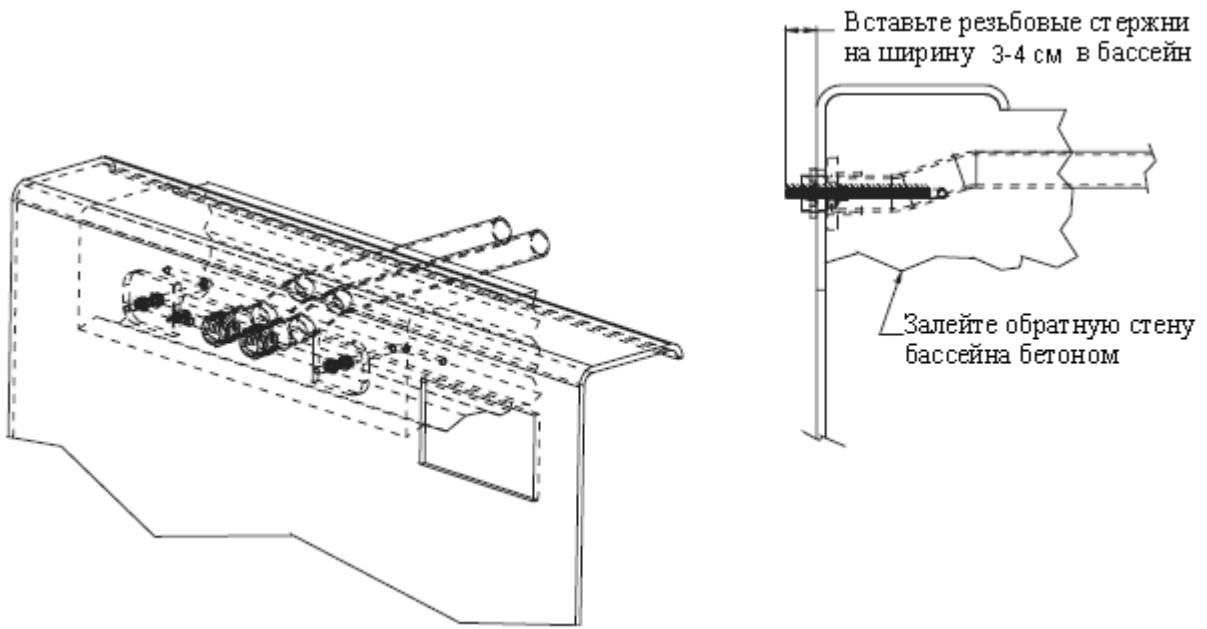

Рис. 4.10
- Вставьте резьбовой стержень в отверстие кронштейна. 4см резьбового стержня должно выступать за поверхность стены бассейна. См. рис. 4.10
Залейте бетоном верхний фланец бассейна, аккуратно обходя комплект резьбовых стержней и трубопроводные адаптеры. Даже если связующая балка не была залита для бассейна, для Fastlane важно, чтобы эта сборка была надежно закреплена в бетоне. См. рис. 4.10. Когда бетон высохнет, можно открутить шайбы и контргайки и устанавливать Fastlane. Примечание: Не выбрасывайте эти шайбы и контргайки, т.к. они могут пригодятся для крепления Fastlane к стенке бассейна.